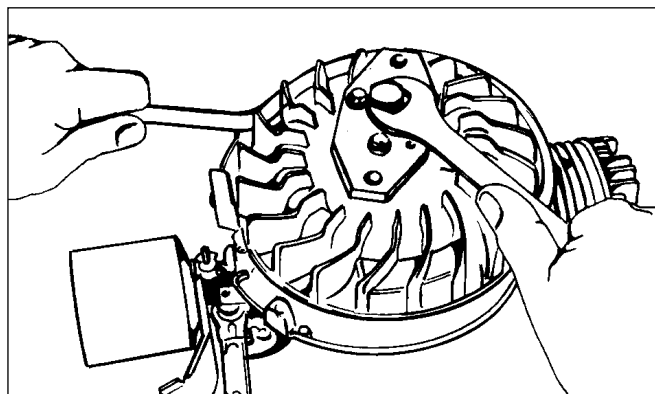

Abb. 5
- Benutzen Sie das Werkzeugteil Nr. 670306 und stecken Sie den zentralen Schraubenbolzen wie in Abb. 5 gezeigt in die Kurbelwellenbohrung (Schwungradmitte).
ANMERKUNG - Die Schrauben sollten alle mit der gleichen Anzahl von Umdrehungen eingedreht werden. Der mittlere Bolzen kann nun mit einem 11/16" - Schraubenschlüssel angezogen werden. Auf diese Weise läßt sich das Schwungrad ausbauen (siehe Abb. 5). Gehen Sie wie gewohnt vor, um das Schwungrad wieder einzubauen.